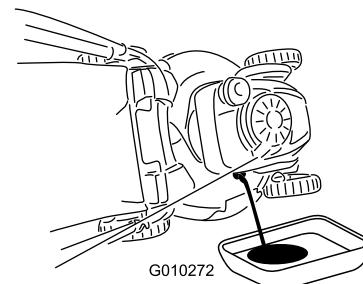

Bild 41
7. Kippen Sie die Maschine zur Seite, der Einfüllstutzen zeigt nach unten, um das Altöl über den Einfüllstutzen in eine Auffangwanne abzulassen (Bild 41).